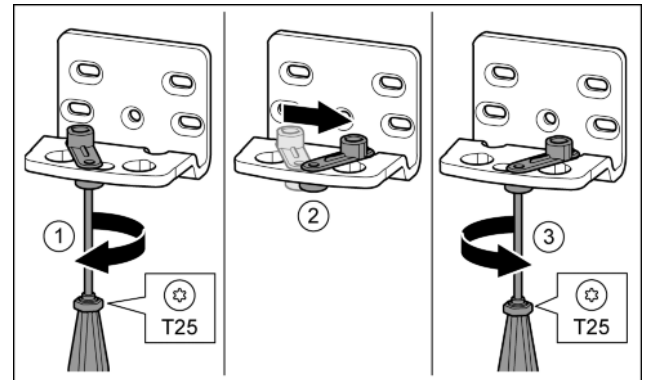

Fig. 16
- ▶ svitare leggermente la vite con il cacciavite T25. Fig. 16 (1)
- ▶ Sollevare l'ausilio di chiusura porta e ruotarlo di 90° verso destra nel foro. Fig. 16 (2)
- ▶ Serrare la vite con il cacciavite T25. Fig. 16 (3)